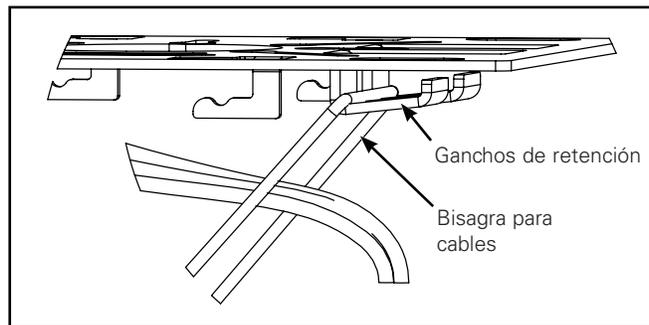

Figura 4.
5. Cuelgue la luminaria de la placa de montaje rápido con la bisagra para cables (Figura 4).